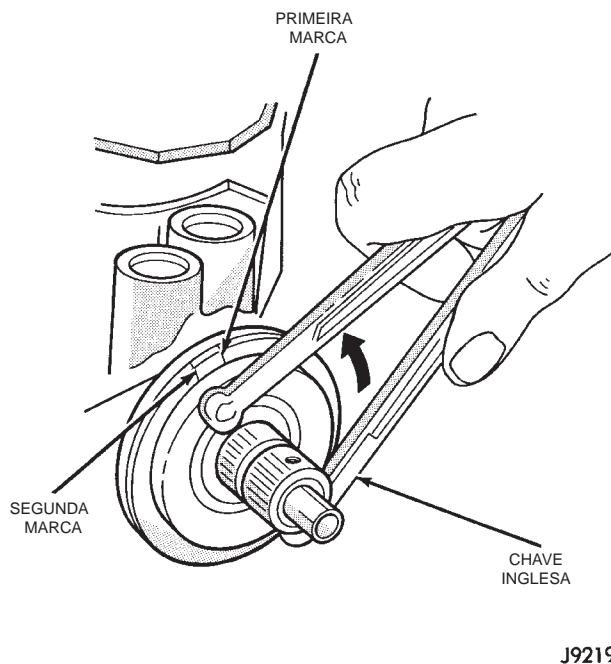

Fig. 27 Alinhando com a Segunda Marca
(7) Gire o tampão para trás (sentido anti-horário) com a chave de porca até alinhar o furo com a segunda marca (Fig. 27).
(8) Instale e aperte a porca de trava com um torque de 108 N·m (80 pés-lb.). Certifique-se de que o